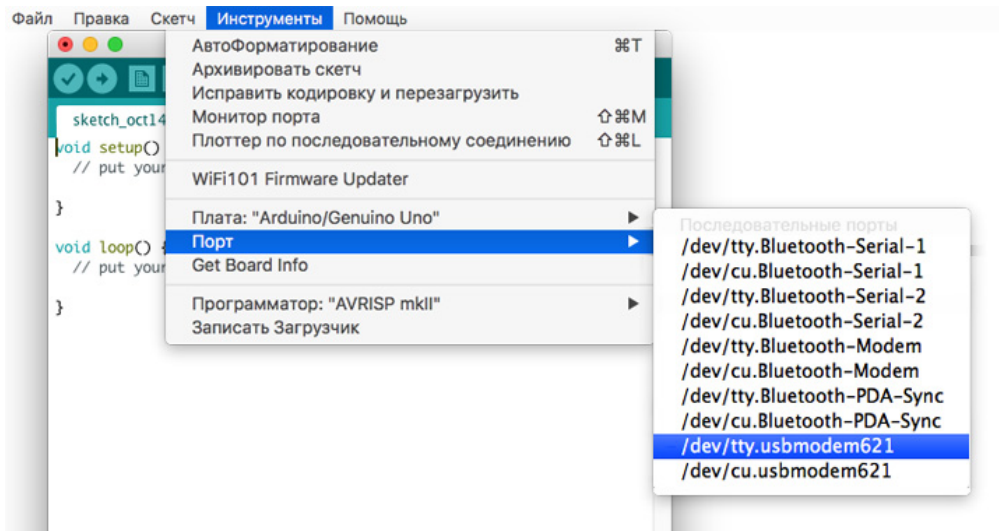

Рис. 2.3. Выбор последовательного порта Arduino
- ♦ чтобы задать последовательный порт, выберите команду меню **Инструменты | Порт** (Tools | Serial Port). Если вы работаете на компьютере под управлением ОС Windows, то, вероятно, вариантов вам будет предложено не много. Скорее всего, вы сможете выбрать пункт **COM4**. На компьютерах с Mac OS и Linux обычно перечисляется множество USB-устройств, и порой сложно определить, какое из них — ваша плата Arduino. Как правило, ей будет соответствовать запись **dev/tty.usbmodemNNN**, где *NNN* — некий номер. На рис. 2.3 выбрана плата Arduino, подключенная к моему Макинтошу.